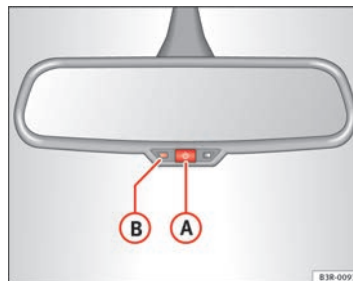

Abb. 104 Abblendbarer Innenspiegel: Kontrollleuchte und Ein-/Aus-schalt-Taste ▶
- Drücken Sie die Taste **(A)** ⇒ Abb. 104. Die Kontrollleuchte **(B)** erlischt.
- Drücken Sie die Taste **(A)** ⇒ Abb. 104. Die Kontrollleuchte **(B)** leuchtet.